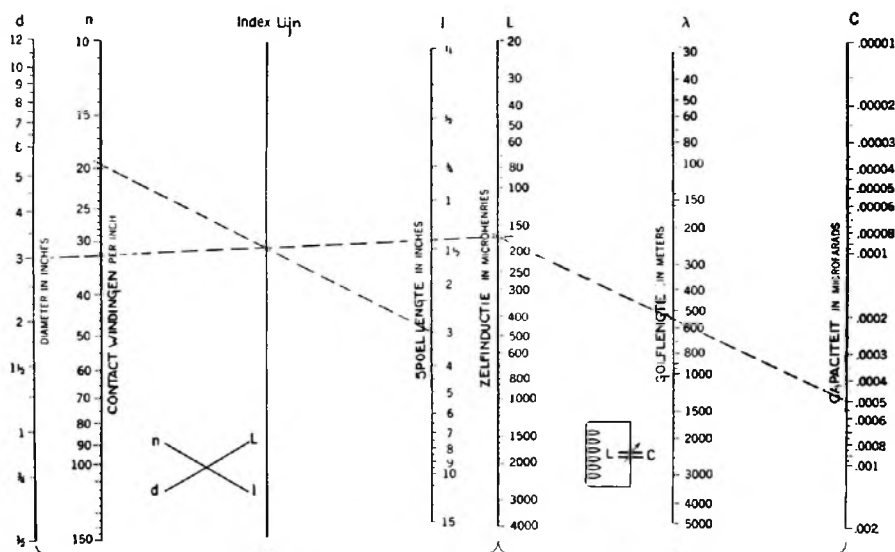

Fig. 2.
binding met den geheel „in”-gedraaiden condensator, een circuit vormt, dat afgestemd is op 550 meter. De spoel moet hiertoe natuurlijk een bepaalde zelfinductie (L) hebben, welke we met behulp van een liniaal te weten kunnen komen uit fig. 2. Hiertoe zoeken we in kolom C (fig. 2,
m.M.) met dubbele katoen om spinning, dan kunnen we door fig. 3 te weten komen, hoeveel windingen we met deze draaddikte naast elkaar kunnen leggen over een lengte van 1 inch. In het veronderstelde geval zijn dit er dus 19.6. 't Is U hopelijk niet te veel, om thans uw aandacht weer te vestigen op fig. 2, tabel II. Na-